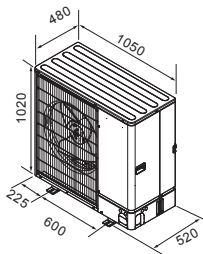

Fig. 2-3
2.3. Rozměry jednotky (venkovní jednotka) (Fig. 2-3)